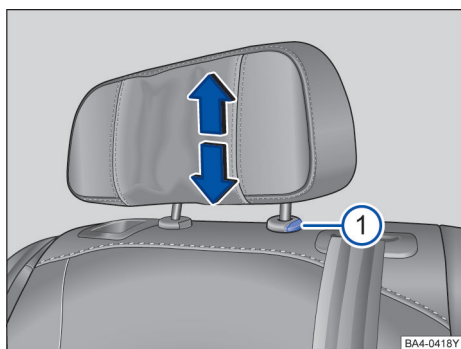

图 76 调整后排头枕
- 向上推或按住按钮→图 76①，同时沿箭头方向下压头枕即可将头枕调整至合适高度→▲。